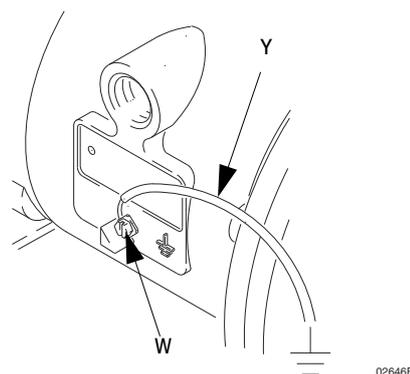

FIG. 1
- *Pompe* : branchez un fil de terre avec collier comme indiqué dans la figure 1. Desserrez la vis de mise à la terre (W). Insérez une extrémité d'un fil de terre (Y) de 1,5 mm² (12 ga) minimum derrière la vis de mise à la terre et serrez cette dernière fermement. Branchez l'autre extrémité du fil de terre sur une véritable prise de terre. Commandez le fil de terre avec collier référence 238909.